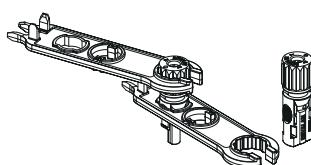

Figura 5.5 Conector com Porca Aparafusada
- c) Insira o pino de contato na parte superior do conector e aperte a porca da capa na parte superior do conector, conforme mostrado na figura 5.5.